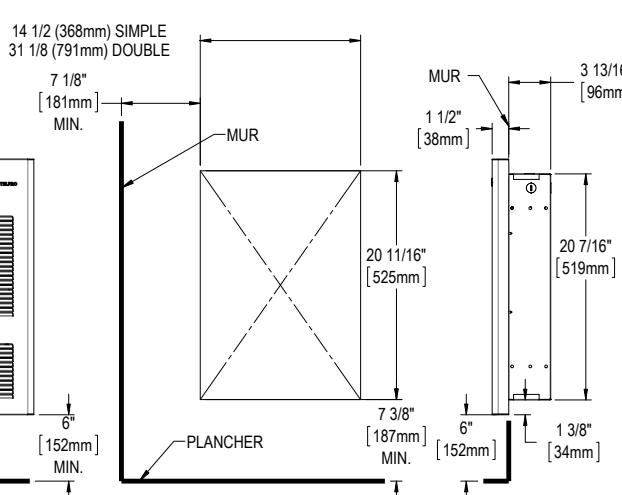

FIG. 2
4. Pour une installation en surface, apposez une plaque de bois derrière le gypse en vue de fixer solidement le produit au mur. Les dimensions de la plaque de bois sont les mêmes que celles de l'ouverture pour l'installation encastrée (voir les figures 2 et 3). Veuillez suivre les mêmes directives pour une installation au plafond (produits CF).
- L'ouverture dans le mur doit être préalablement faite dans les règles de l'art (voir les figures 2 et 3 ainsi que les avertissements).